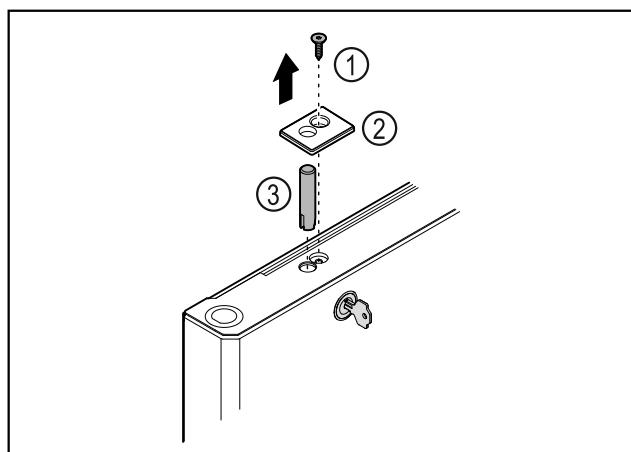

Fig. 43
- Зніміть гвинт Fig. 43 (1).
- За допомогою малої викрутки зніміть з фіксатора кришку Fig. 43 (2) і видаліть.
- Витягніти палець замка Fig. 43 (3).